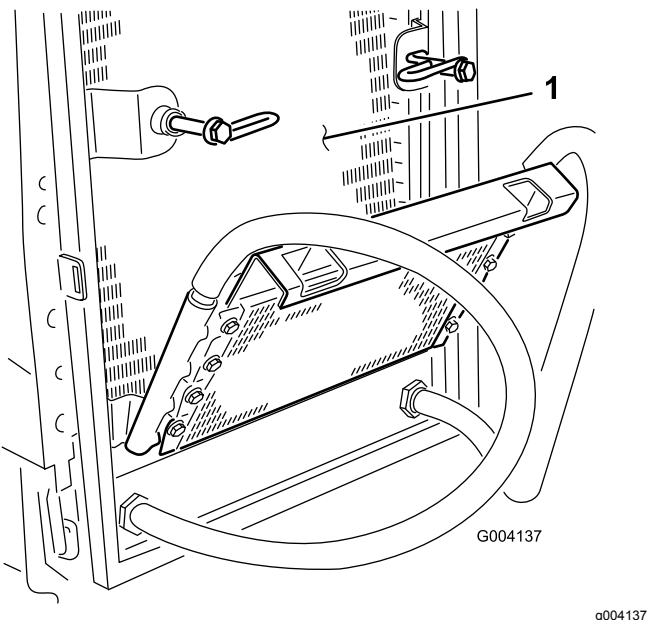

図 52
6. オイルクーラとラジエターの裏表を図 52圧縮空気で丁寧に清掃する。